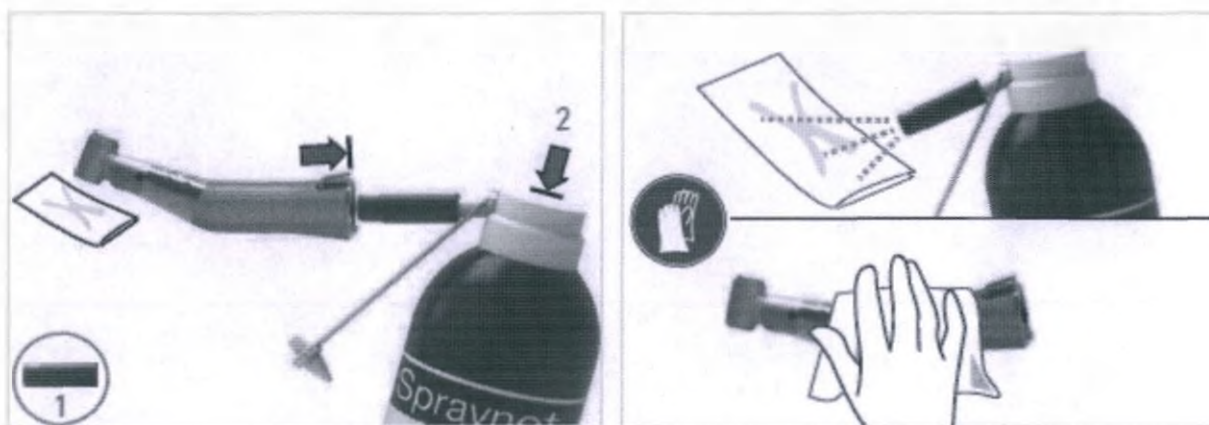

Рис.14.2.2.3
2. Используйте насадку под средство Spraynet (см.Рис.14.2.2.3 этап 1)
3. Держите инструмент кончиком вниз и подложите под него впитывающую ткань; нажмите и удерживайте кнопку Spraynet нажатой в течение 1 секунды (см.Рис.14.2.2.3 этап 2)
4. Очистите внешнюю поверхность углового наконечника с помощью ткани, смоченной средством Spraynet. (см.Рис.14.2.2.3)